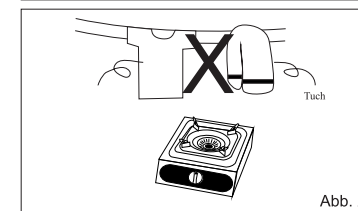

Abb. 2
- Benutzen Sie das Gerät nur für Kochen. Das Gerät ist nicht für Trocknen von Tücher, Kleider usw. geeignet. (Abb.2)